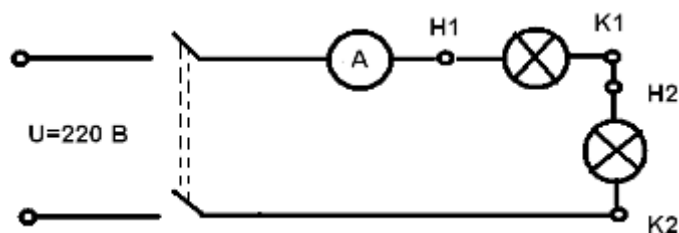

Рисунок 3 – Схема последовательного соединения резисторов.
1) Собрать схему последовательного соединения двух участков с лампами накаливания (рисунок 3) и предъявить для проверки преподавателю.